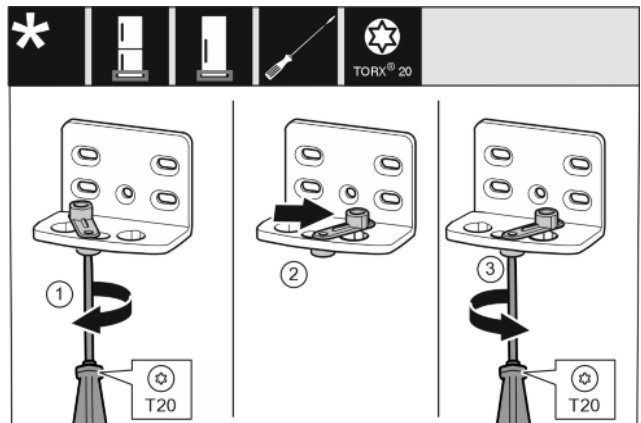

Fig. 14
- Открутите винт отверткой T20. Fig. 14 (1)
- Приподнимите фиксатор двери и поверните в отверстие на 90° направо. Fig. 14 (2)
- Затяните винт отверткой T20. Fig. 14 (3)